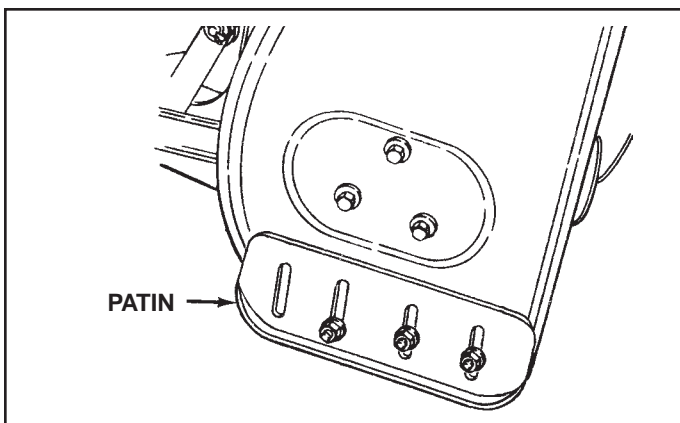

FIGURE 59
VÉRIFIER L'USURE DE LA PLAQUE ET DES PATINS (Se référer aux figures 59 et 60 à la page 50)
- Soulever la souffleuse du sol et placer un bloc sous les deux extrémités de la plaque d'usure. Desserrer les six écrous hexagonaux retenant les patins au carter. Régler les deux patins vers le haut ou vers le bas et resserrer les écrous soigneusement. Régler les deux patins à la même hauteur pour que le carter et la plaque d'usure soit au même niveau. Voir la figure 59.